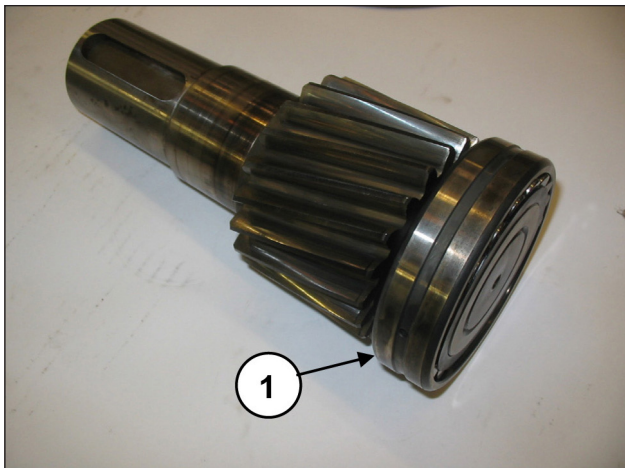

Fig. 60
Premontare il cuscinetto sul pignone (pos. ①, Fig. 60) e inserire a fondo il pignone nella sede sulla scatola riduttore (pos. ①, Fig. 61) mediante una massa battente.